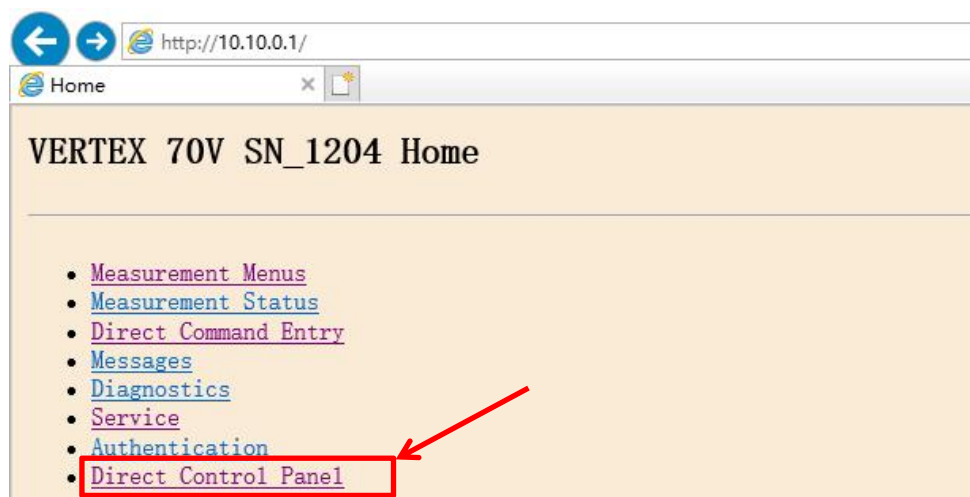
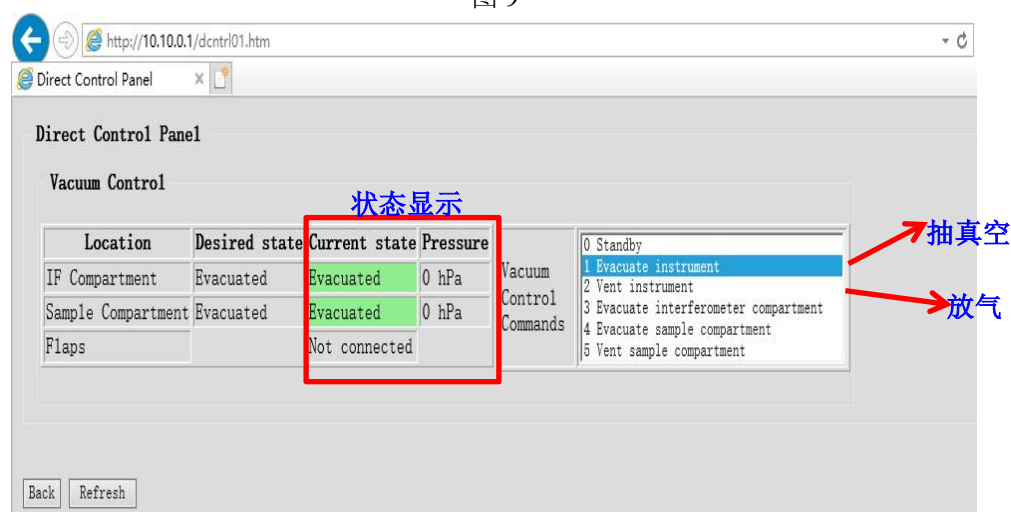
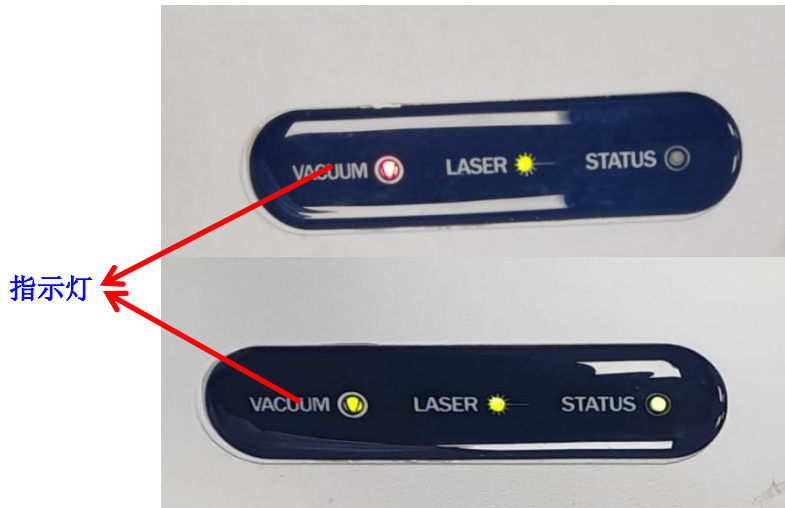

图 9
图 10
图 11 仪器指示灯
3. 选择 “Direct Control Panel” 选项（图 9），进入真空抽/气界面。选择 “1 Evacuate instrument” 进行抽真空操作，当 “Current state” 显示为 “Evacuated”，“Pressure” 显示为 “0 hPa” 时表示抽真空完成（图 10）。当仪器上方的真空指示灯由红色变为绿色，且状态指示灯为绿色时，可以开始使用仪器（图 11）。
Bruker-VERTEX70V/RAM II 傅里叶真空红外吸收拉曼光谱系统装置不使用时需要保持内部真空，因此每次实验结束后需要将装置内部抽真空，再进入“Standby”状态（图 10）。同时每次更换样品时也需要完成放气和抽真空的操作。